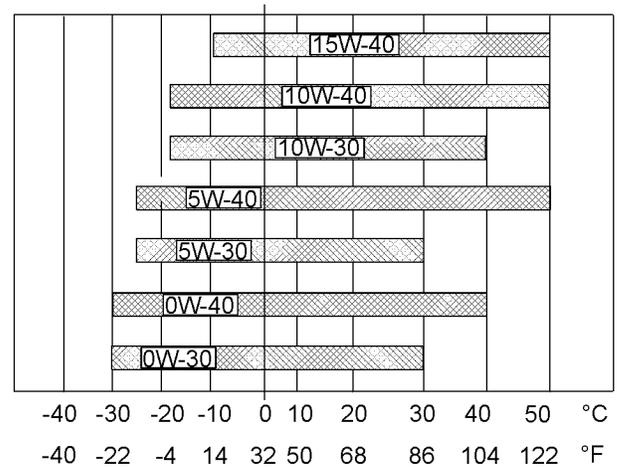

Ilustración 47
Consulte la ilustración 47 (temperatura mínima) con el fin de determinar la viscosidad de aceite necesaria para arrancar un motor frío.
Consulte la ilustración 47 (temperatura máxima) con el fin de seleccionar la viscosidad de aceite para la operación del motor a la temperatura ambiente más alta esperada.
- Consulte las "Viscosidades de lubricantes" apropiadas. Consulte la ilustración 47 para encontrar el grado de viscosidad correcto del aceite para el motor.